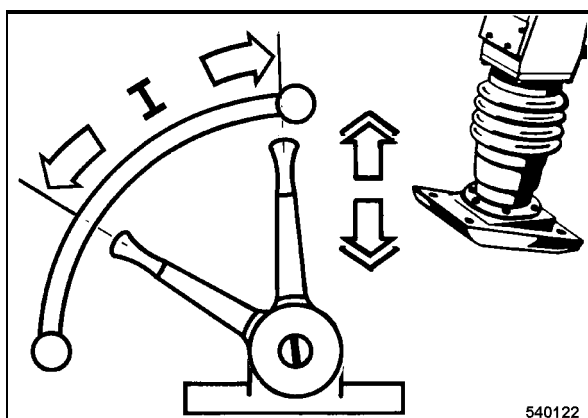

Fig. 17
- Para lograr un comportamiento regular de marcha hay que ajustar la palanca reguladora de revoluciones en la margen I (Fig. 17) dependiendo de la naturaleza y densidad del subsuelo.